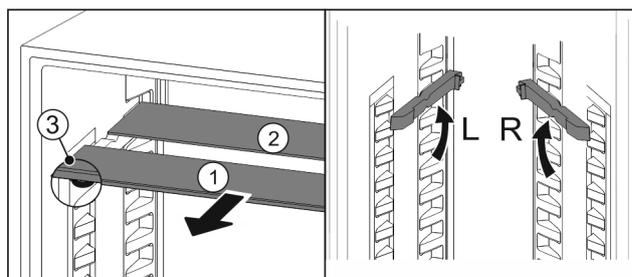

Fig. 35
- estrarre i ripiani di vetro singolarmente tirando in avanti Fig. 35 (1).
- ▷ Il piano in vetro Fig. 35 (1) con il motivo ornamentale è nella parte anteriore.
- ▷ I fermi Fig. 35 (3) sono rivolti verso il basso.